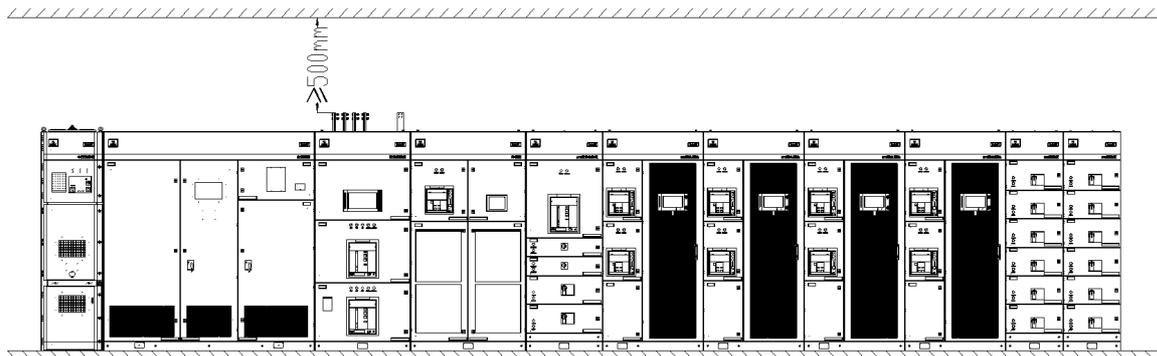

图3-1 设备与顶部遮挡物最小距离示意（单位：mm）
- 设备顶部与上方遮挡物之间需预留足够的空间用于散热、布线以及密集母线的连接等， $H \geq 500\text{mm}$ ，参见图 3-1。